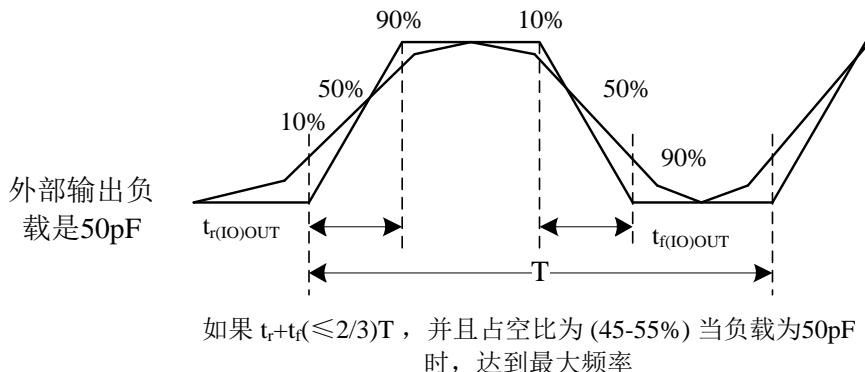

图 21 输入输出交流特性定义
输入输出交流特性的定义和数值分别在图 21 和表 47 给出。
3. 最大频率在图 21 中定义。